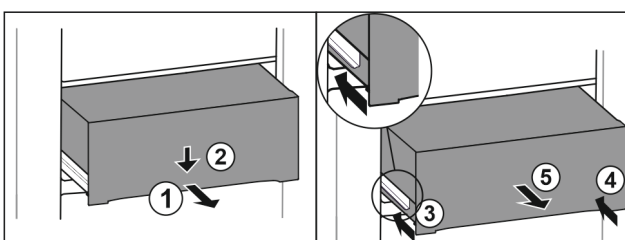

Fig. 121
- ▶ Estrarre il cassetto a metà. Fig. 121 (1)
- ▶ Premere il cassetto sul lato anteriore verso il basso. Fig. 121 (2)
- ▶ Spingere la guida sinistra di circa 2 cm verso l'interno. Fig. 121 (3)
- ▶ Spingere la guida destra di circa 2 cm verso l'interno. Fig. 121 (4)
- ▶ Rimuovere il cassetto tirandolo in avanti. Fig. 121 (5)